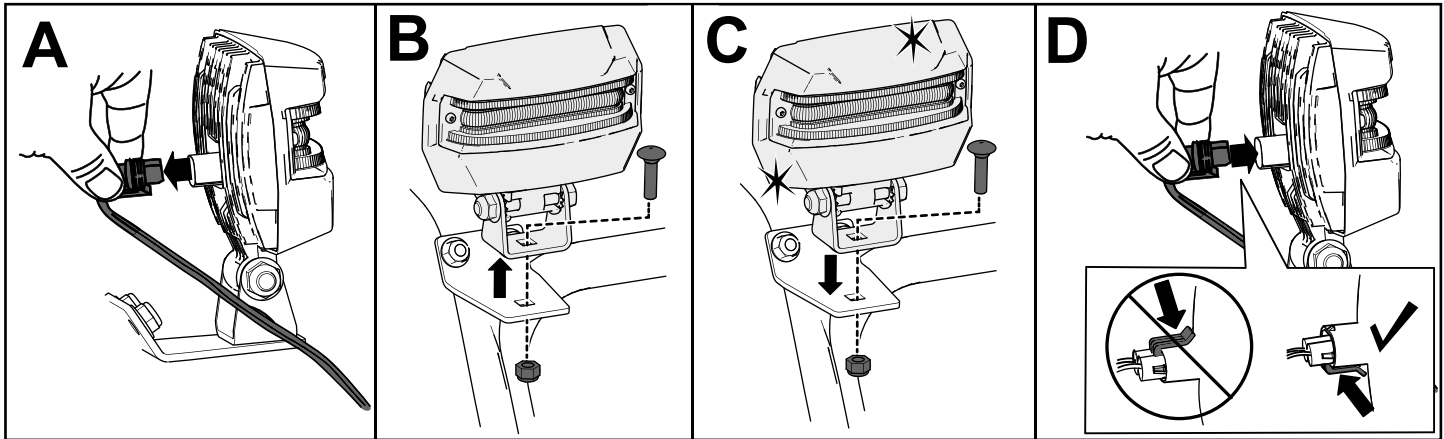

Bild 47
1. Entfernen Sie das Scheinwerferkabel von der Rückseite des Scheinwerfers (A in Bild 47).
2. Entfernen Sie die Schraube und Mutter, mit denen der Scheinwerfer an der Scheinwerferhalterung befestigt ist, und nehmen Sie dann den alten Scheinwerfer ab (B in Bild 47).
3. Befestigen Sie den neuen Scheinwerfer mit der vorher entfernten Mutter und Schraube an der Scheinwerferhalterung (C in Bild 47).
4. Stecken Sie das Scheinwerferkabel gerade in die Rückseite des Scheinwerfers ein, bis es fest sitzt (D in Bild 47).